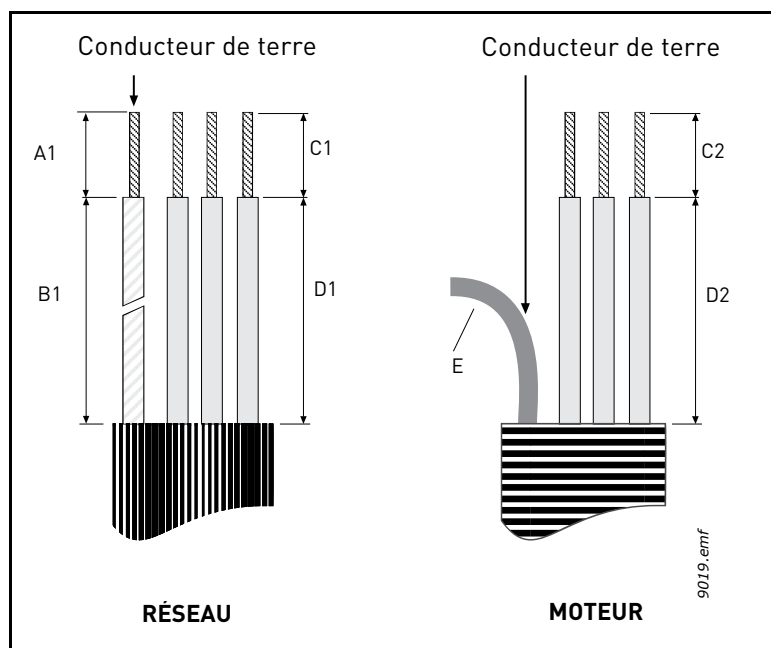
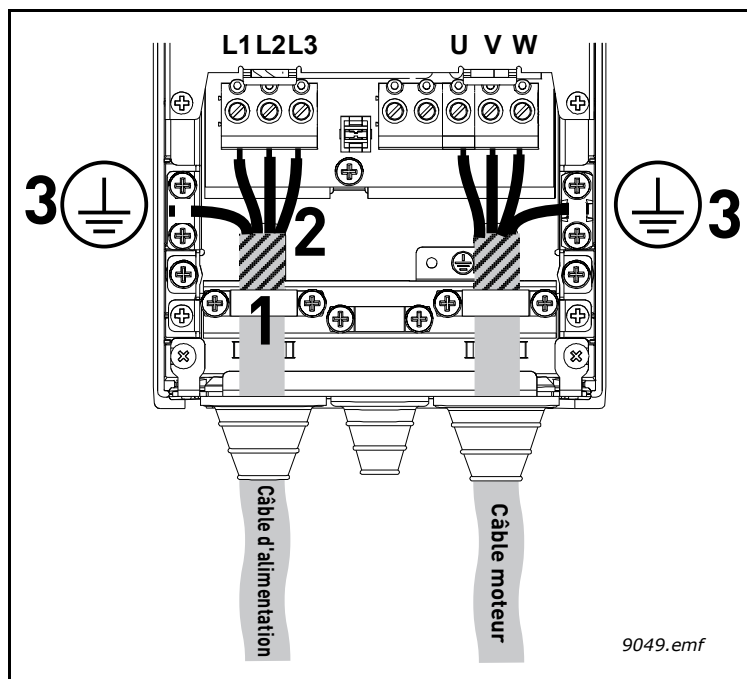

Figure 22. Dénudage des câbles
Figure 29.
Branchez les câbles (voir figure 22 et tableau 19) dénudés comme illustré (figure 29).
- Dénudez le blindage des trois câbles afin de permettre une connexion à 360° avec le collier (1).
- Raccordez les conducteurs (phase) des câbles d'alimentation, de la résistance de freinage et du moteur à leurs bornes respectives (2).
- Torsadez le reste du blindage des trois câbles pour les raccorder à la terre avec les colliers, comme illustré en (3) (figure 29).